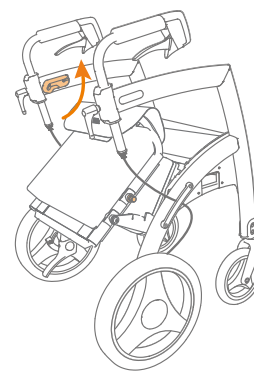

Abbildung 34: Ziehen Sie die Rückenlehne des Rollstuhls weiter nach oben.
- c. Ziehen Sie die Rückenlehne weiter nach oben und dann nach hinten (**Abbildung 34**), sodass die Verriegelungsbolzen in die oberen Führungsleisten des Rahmens klicken (**Abbildung 35**). Wenn die oberen Verriegelungsbolzen nicht reibungslos in die oberen Führungsleisten des Rahmens gleiten, schieben Sie die Rückenlehne des Rollstuhls nach vorne, bis sie halb hoch am Rahmen ist, und versuchen Sie es erneut.